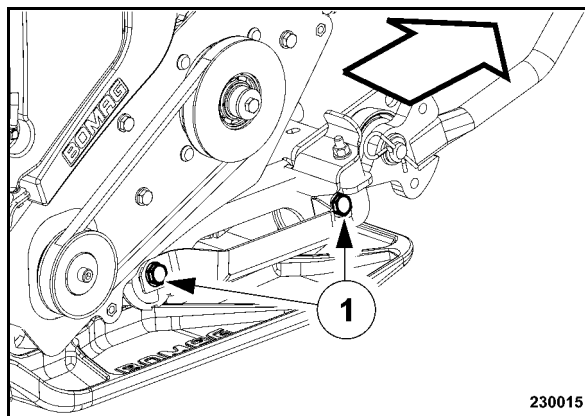

рис. 55
- Тянуть кронштейн опоры двигателя назад (рис. 55), пока не будет достигнуто натяжение клинового ремня и затянуть с обеих сторон крепежные винты (1).